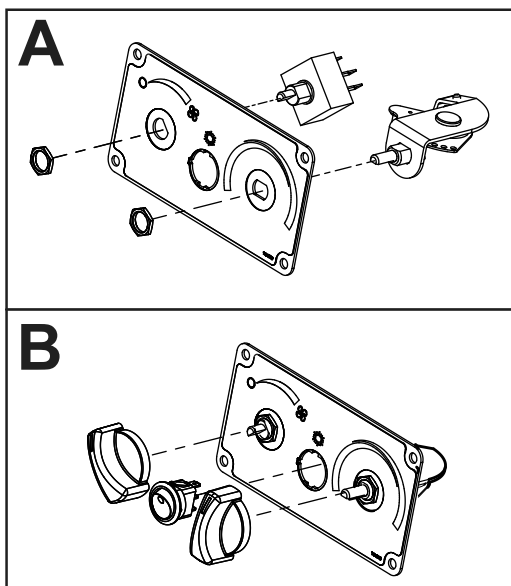
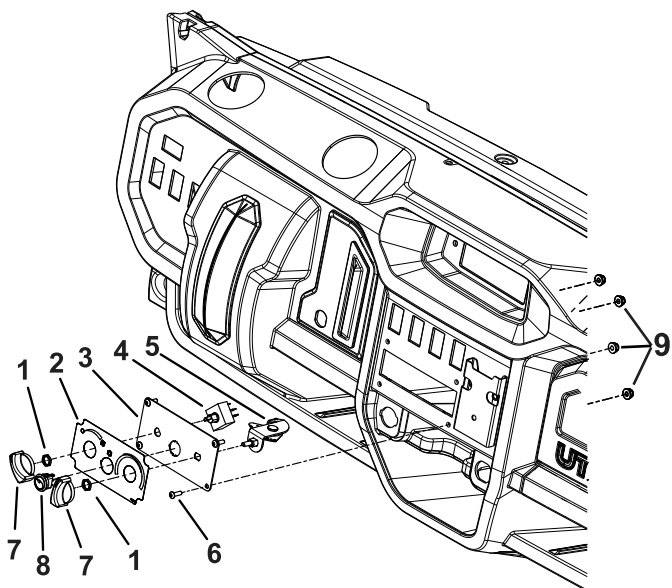

Figura 5
Figura 6
4. Montate i 2 interruttori con le manopole sul quadro di comando con 2 dadi dell'interruttore (7/16") come illustrato nella Figura 5 e nella Figura 6.
5. Installate l'interruttore a bilanciere A/C sul quadro (Figura 5 e Figura 6).
6. Montate una manopola sopra ogni interruttore (Figura 5 e Figura 6).